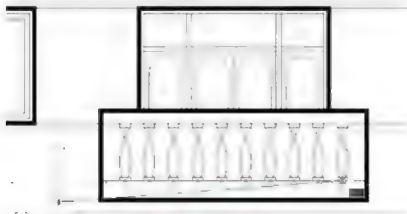

图 4.56 复制“花瓶”
(3) 用【复制】命令将“花瓶”复制到阳台上, “花瓶”最下部的中点和“点”相重合, 所以复制基点应选择“花瓶”最下部的中点的部位, 结果如图 4.56 所示。